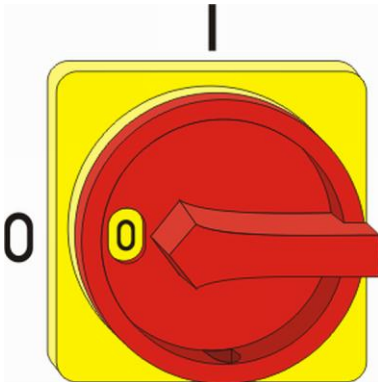

Abb. 47: Hauptschalter
1. Hauptschalter am Steuergerät in Stellung "0" (Abb. 47) drehen.